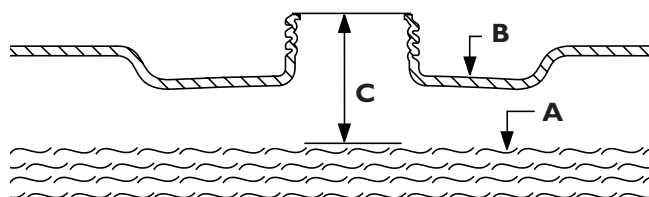

Figura 2 — Expansión del Combustible
- Añada lentamente gasolina sin plomo (A) al depósito de combustible (B). NO añada combustible en exceso. Deje aproximadamente 4 cm (1,5") de espacio en el depósito (C) para permitir la expansión del combustible, como se muestra en la Figura 2.